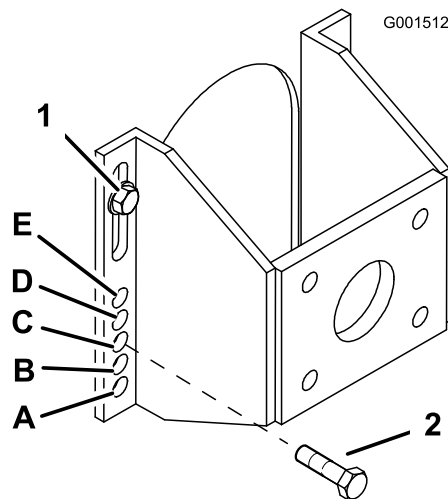

Figura 16
5. Allentate i 2 bulloni superiori del ponte, senza staccarli (Figura 16).
6. Staccate i 2 bulloni inferiori del ponte (Figura 16).
7. Spostate verso l'alto o verso il basso la staffa di montaggio, in modo tale da poter montare i 2 bulloni di regolazione del ponte nei fori desiderati (Figura 16). Potete aiutarvi con un punteruolo conico per allineare i fori.